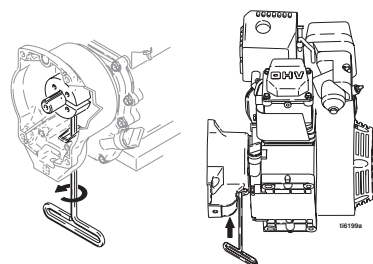

FIG. 9
3. FIG. 9. Incline o motor lateralmente para que o depósito de combustível fique para baixo e o filtro do ar para cima.